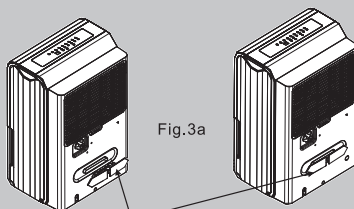

Fig.3a
4. Soporte para el cable eléctrico (localizado en el recipiente de agua; usar solamente al almacenar la unidad. Instalado según se indica en la Fig. 3a)